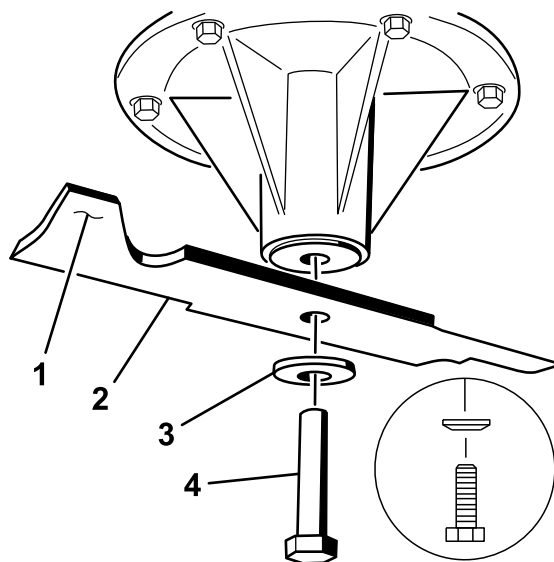

Figura 112
- Instale lâmina no eixo (Figura 112).
- Instale o disco de mola e o parafuso da lâmina (Figura 112).
**Nota:** O cone do disco de mola deve ser montado virado para a cabeça do parafuso (Figura 112).